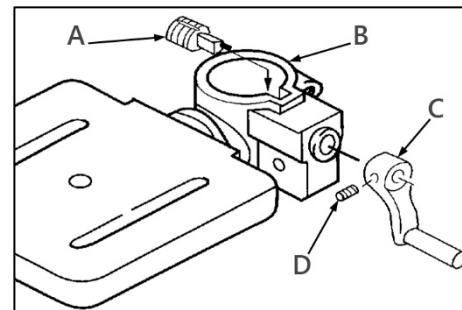

Рисунок 4.
Вставьте вал червячной передачи (A) (рис. 4) в кронштейн (B) стола в отверстие до упора. Рукоятка (C) закрепите с помощью установочного винта (D).